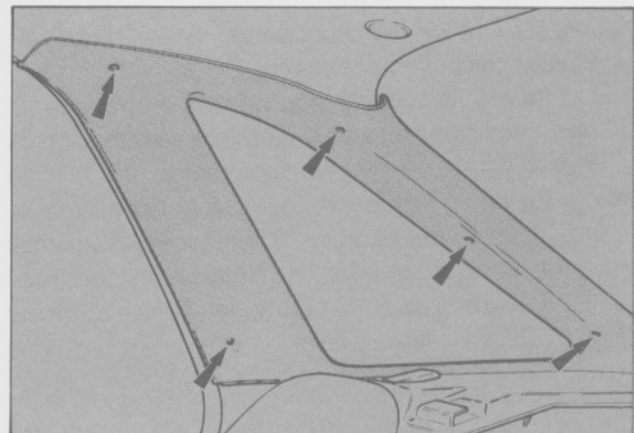

Fig. 12 - Tornillos de sujeción del panel de tapizado del parante C.
- Extraer los 5 ó 6 tornillos de retención y retirar el panel de tapizado del parante "C" (Fig. 12).